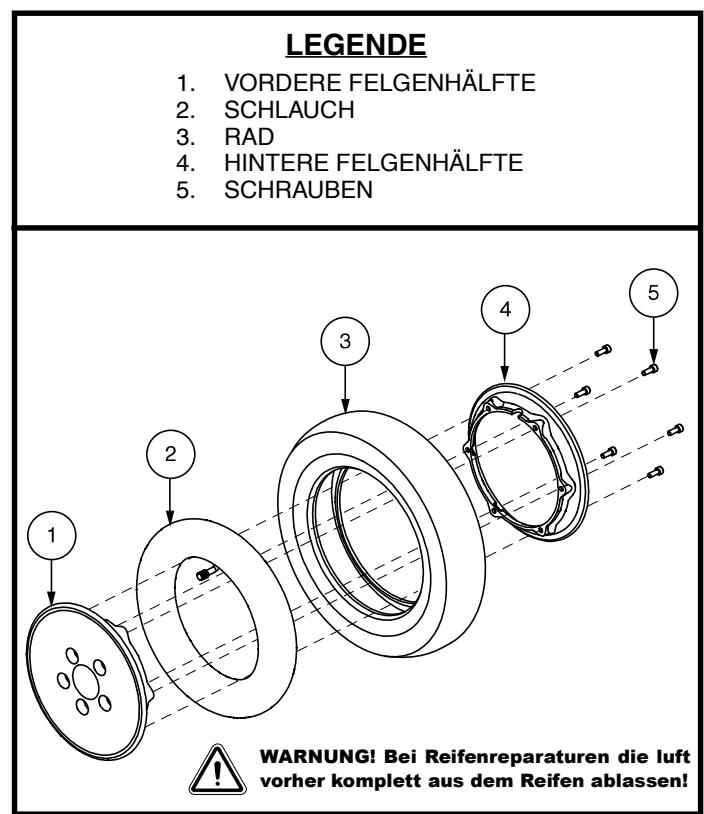

Abb. 30. Zerlegen und Zusammenbauen von Luftreifen
6. Entfernen Sie die Schrauben und trennen die äußere und innere Felge voneinander. Siehe Abb. 30.